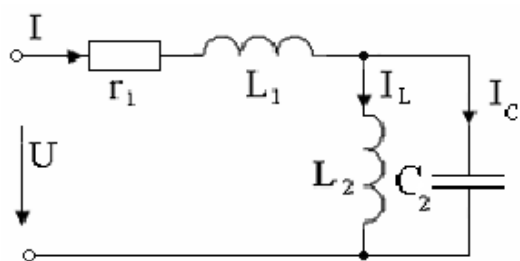

Рис. 87
66. Найти в цепи (рис. 87) резонансные частоты и построить при этих частотах векторные диаграммы, если $U=10$ В, $C_2=500$ пФ, $L_2=100$ мкГ, $r_1=100$ Ом, $L_1=14,5$ мкГ. Показать, что при резонансной частоте максимальные значения энергий электрического и магнитного полей равны.